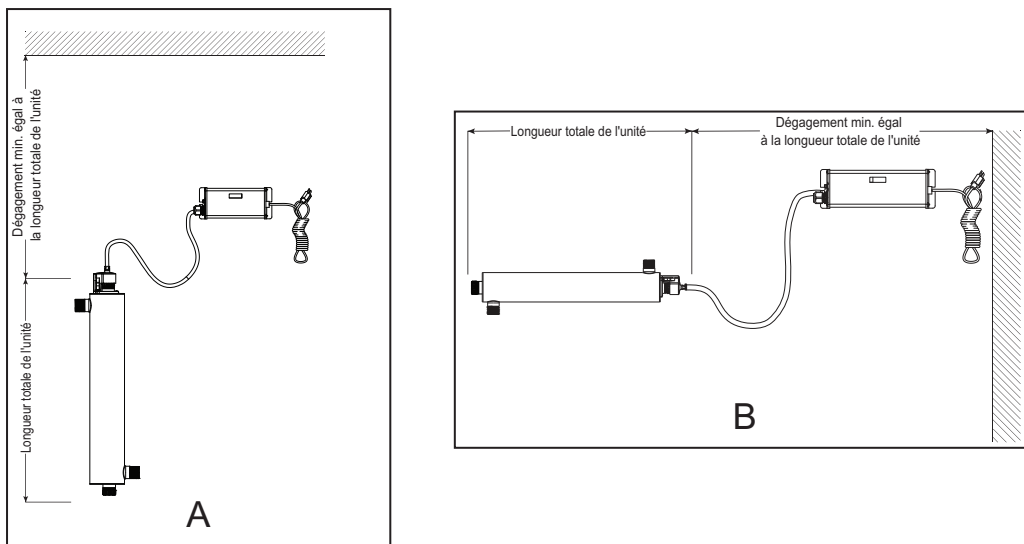

Figure 4 Installation du système de désinfection - Verticale et Horizontale
2. Sélectionnez un emplacement approprié pour le système de désinfection et ses composants connexes. Étant donné qu'il est recommandé d'installer un DFT, assurez-vous qu'il est pris en compte avant l'installation. Le système peut être installé soit verticalement (orifice d'entrée en bas) comme indiqué dans la Figure 4 A soit horizontalement comme indiqué dans la Figure 4 B. Cependant, l'installation verticale est la méthode préférée. Lorsque vous sélectionnez un emplacement de montage, laissez suffisamment d'espace pour permettre la dépose de la lampe UV/du manchon en quartz (on laisse habituellement un espace équivalent à la taille de la chambre elle-même).